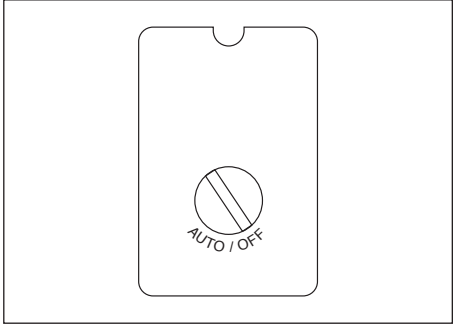

Figura 6
- 1. Coloque el presostato en "OFF" y conecte el cordón eléctrico al tomacorrientes (Vea la Figura 6).
- 2. Coloque el presostato en "AUTO" para operar la unidad (Vea la Figura 6).